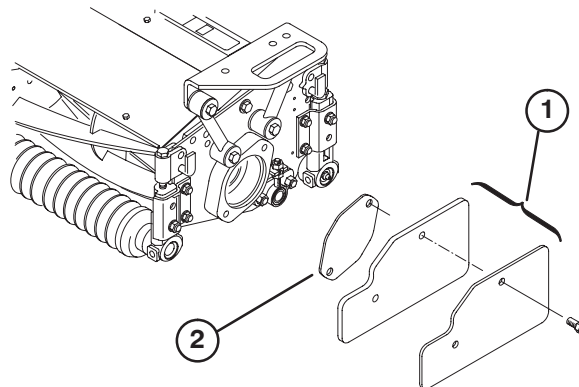
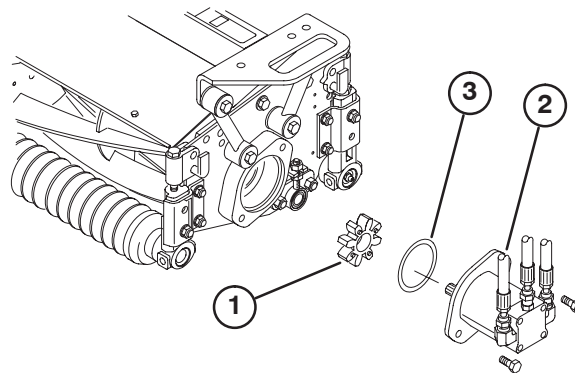

Bild 18
Bild 19
- Nehmen Sie die Gewichte und die Dichtung (Bild 18) von der Innenseite des rechten Mähwerks ab. Nehmen Sie die Abdeckung vom Lagergehäuse außen am rechten Mähwerk ab und bauen Sie die Gewichte und die Dichtung ein. Ermitteln Sie die Position der Drehkreuzkupplung (Bild 19), die im Lagergehäuse geliefert wurde.